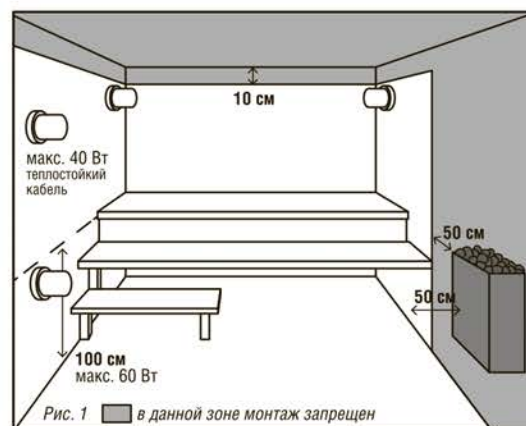

Рис. 1 ∇F в данной зоне монтаж запрещен
- Выберите место для установки светильника согласно рис. 1. Необходимо учесть ограничения по зонам установки светильника в помещениях с температурой выше 50°C. При установке на высоте до 1 метра от пола, светильник может комплектоваться лампой 60 Вт. При установке на высоте более 1 метра от пола светильник нужно комплектовать лампой мощностью не более 40 Вт.